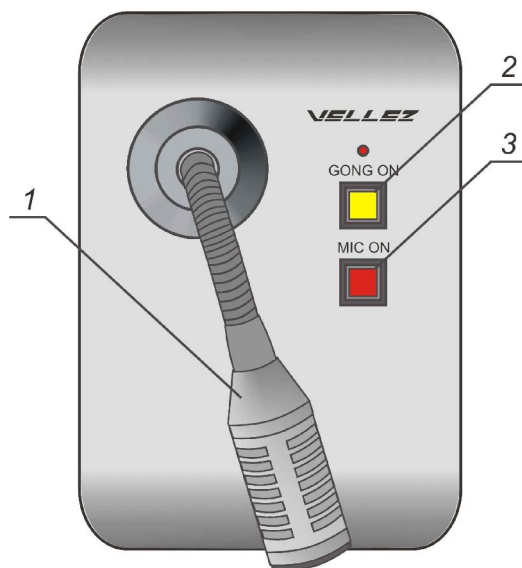

Рисунок 5
8.4 Розміщення органів управління на пульті мікрофонному ПМ3-01 наведено на рис. 5.